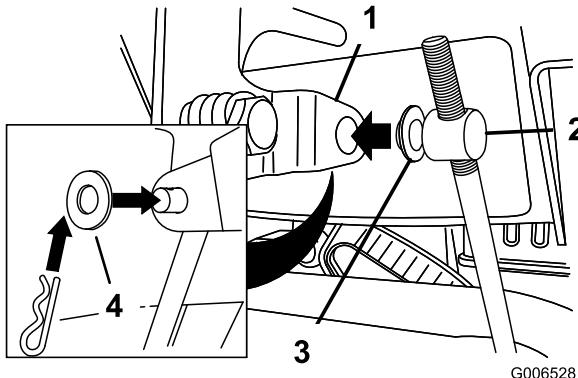

Figure 5
3. Placez une rondelle plate sur le tourillon (Figure 5).
6. Soulevez la tige de commande de vitesses et insérez le tourillon dans le trou du levier sélecteur de vitesses (Figure 5).
- Désaccouplez le tourillon du levier sélecteur de vitesses (Figure 5).
- Tournez le tourillon vers le bas (sens horaire) sur la tige de commande de vitesse (Figure 5).
- Accouplez le tourillon au levier sélecteur de vitesses (Figure 5).
- B. Désaccouplez le tourillon du levier sélecteur de vitesses (Figure 5).